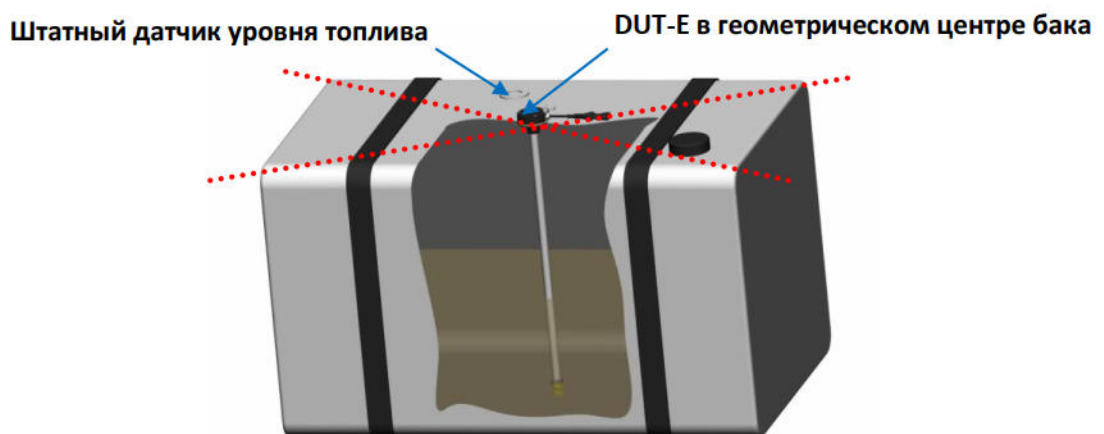

Рисунок 9 — Рекомендуемое место установки DUT-E
- 1) Обозначить место предполагаемой установки. Рекомендуется выбирать место в **геометрическом центре бака** (см. рисунок 9). Такое расположение датчика уменьшит ошибку измерений при колебаниях топлива во время движения ТС.